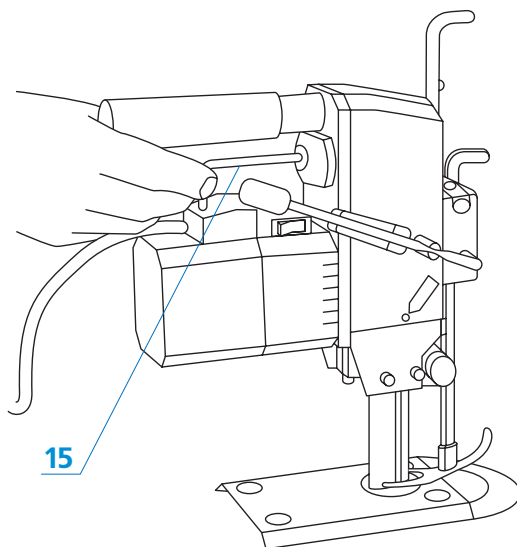

Рис. 2 - Ручное поворачивание механизма раскройной машины специальным ключом
Внимание! Перед первым включением двигателя, а также после каждого ремонта или замены, необходимо при помощи специального ключа (15) сделать несколько перемещений ножа для проверки его работы. (см. рис.2)